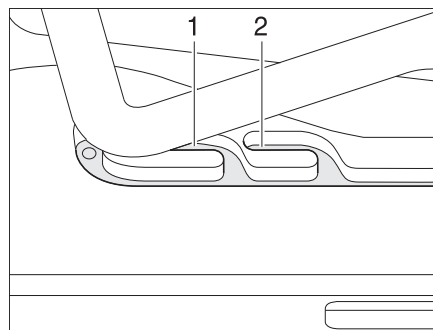
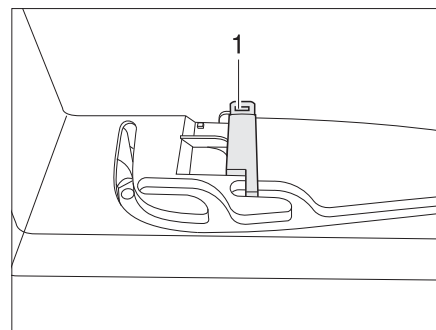

Bild 85 Heki-takluckan i ventilationsläge
Bild 86 Lås ventilationsläge
Heki-takluckan kan ställas i två ventilationslägen: Läget för dåligt väder (Bild 85,1) och mittläget (Bild 85,2). Beroende på modell kan takluckan låsas i mittläget med spärren (Bild 86,1).
- Tryck bygel lätt uppåt och skjut in den i det valda spåret (Bild 85,1 eller 2) och lås eventuellt.